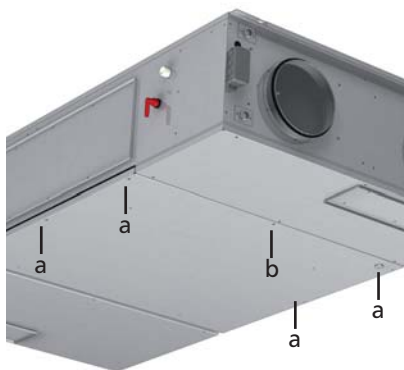

Abb. 21: Revisionsklappe öffnen
- Entfernen Sie zunächst die 4 Schrauben (a) an beiden Seiten der Revisionsklappe (s. Abb. 21).